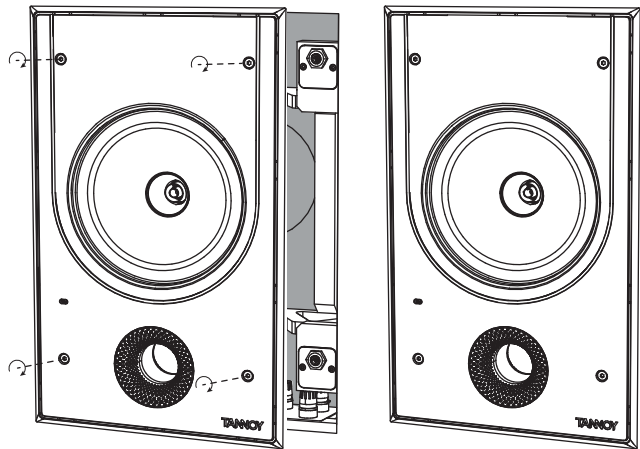

Fig. 2. Installation i den bakre burken
2. Installera högtalarenheten i den bakre burken genom att först trycka in de fyra skruvarna så långt det går och sedan dra åt för hand (fig. 2). Se till att du inte klämmer högtalarkablarna eller fingrarna under installationen.